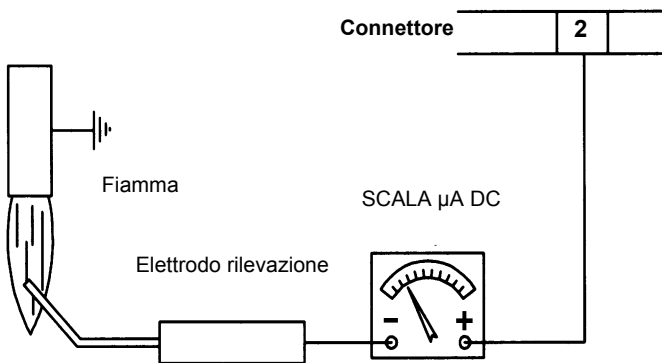

Fig. 66
- Esame elettrodi di accensione e di rilevazione, pulizia, eventuale registrazione e se necessario sostituzione (vedi Fig. 67). In caso di dubbio verificare il circuito di rilevazione, dopo aver rimesso in funzione il bruciatore, seguendo lo schema in Fig. 66
Nel caso in cui il bruciatore vada in blocco, eseguire i seguenti controlli. Per misurare il segnale di rilevazione seguire lo schema in Fig. 66. Se il segnale è inferiore al valore indicato, verificare la posizione dell'elettrodo di rilevazione, i contatti elettrici ed eventualmente sostituire l'elettrodo di rilevazione.